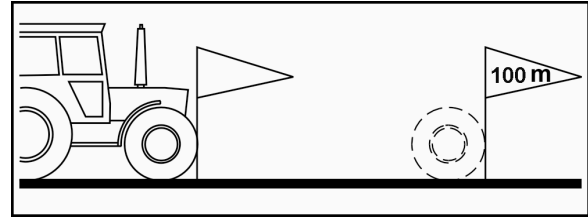

Рис. 28
- Отмерьте на поле контрольный участок (точно 100 м). Промаркируйте начальную и конечную точку контрольного участка (Рис. 28).